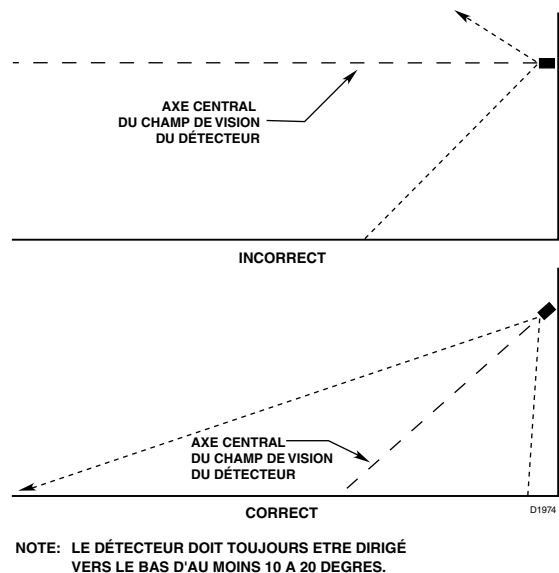

Figure 1—Orientation du Détecteur par rapport à l'Horizon
- Les détecteurs devront être dirigés vers le bas (10 à 20° au minimum sous l'horizontale) pour permettre aux lentilles d'être drainées. Voir Figure 1. **Les détecteurs devront être positionnés de façon à ce que leur CdV ne couvre pas d'autres zones en dehors du risque.** Ceci permettra de minimiser le risque de fausses alarmes provoquées par des activités en dehors de la zone nécessitant une protection.
(Voir Figure 1 pour Orientation Correcte du Détecteur)